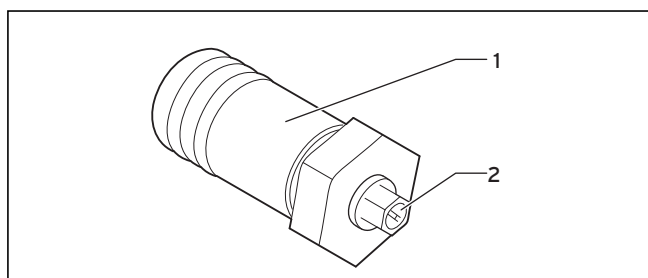

Fig. 6.1 Tapón con abertura de purgado en colectores planos
- solamente en colectores planos: Purga a través de la abertura de purgado (→ Fig. 6.1, 2)
En los colectores planos se monta en la parte superior un tapón con abertura de purga (→ Fig. 6.1).